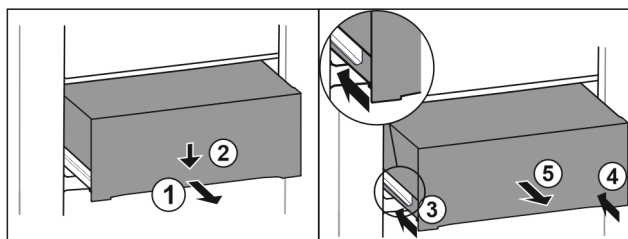

Fig. 135
- ▶ Schubfach halb herausziehen. Fig. 135 (1)
- ▶ Schubfach an der Vorderseite nach unten drücken. Fig. 135 (2)
- ▶ Linke Schiene etwa 2 cm (13/16 in) einschieben. Fig. 135 (3)
- ▶ Rechte Schiene etwa 2 cm (13/16 in) einschieben. Fig. 135 (4)
- ▶ Schubfach nach vorne entnehmen. Fig. 135 (5)